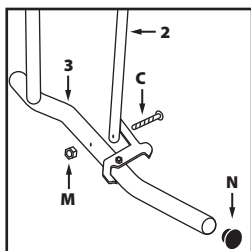

Abb. 4
- Nehmen Sie die Bauteile markiert als **2 und 3**. Befestigen Sie **2** an **3**, benutzen Sie die Befestigungsteile **C** und **M (Abb. 4).**